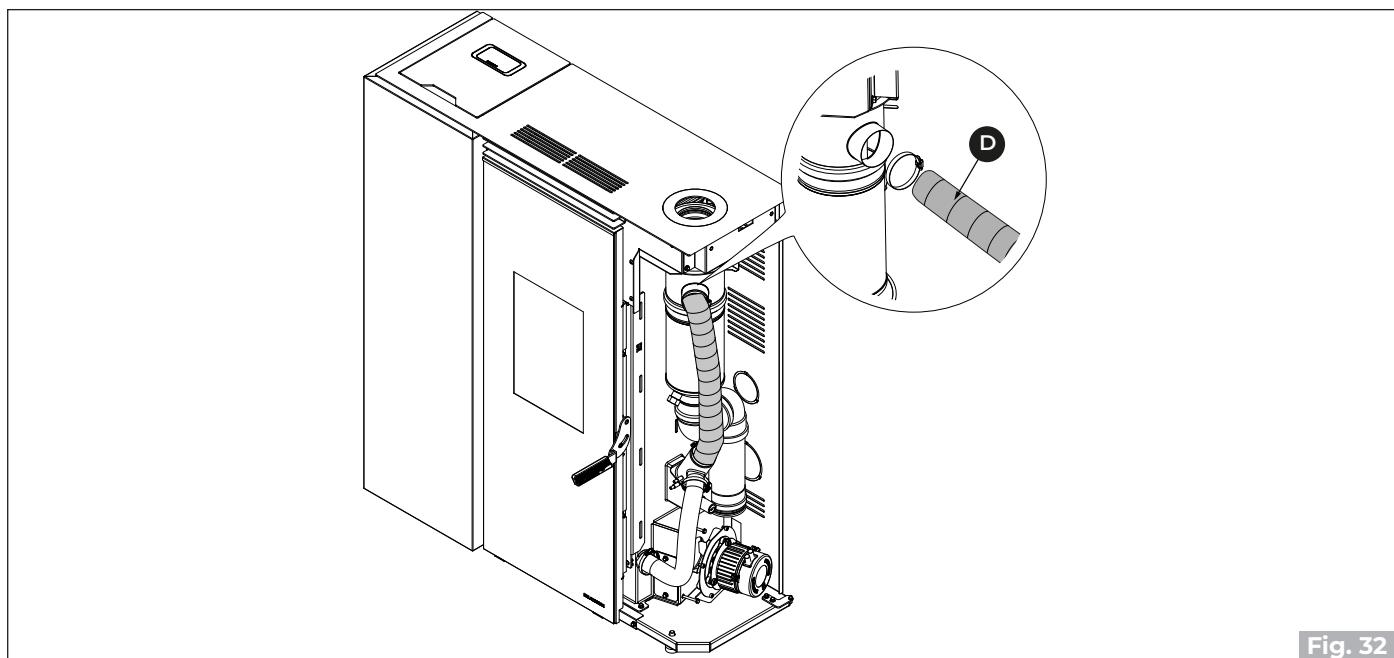

Fig. 32
- Débrancher le tuyau flexible (**D**) de l'air comburant sur la partie supérieure («**Fig. 32**»).